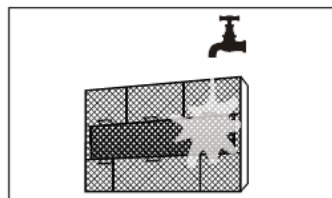

fig. 17 -
5. Was de hoofdfilters met water of stofzuig ze "fig. 17 -". Laat de filters volledig drogen en vermijd blootstelling aan direct zonlicht.